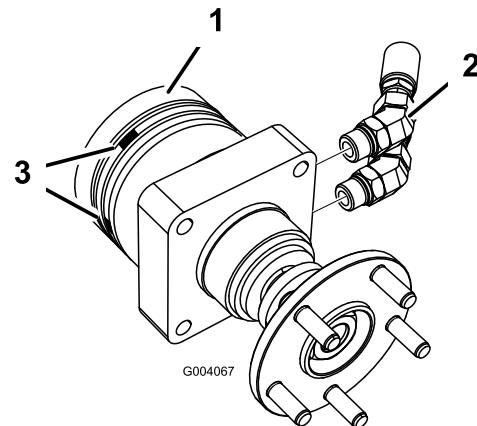

Рисунок 2
- Установите два 45-градусных гидравлических штуцера на каждый привод колеса в сборе (Рисунок 2). Расположите штуцеры так, чтобы они были направлены строго назад.